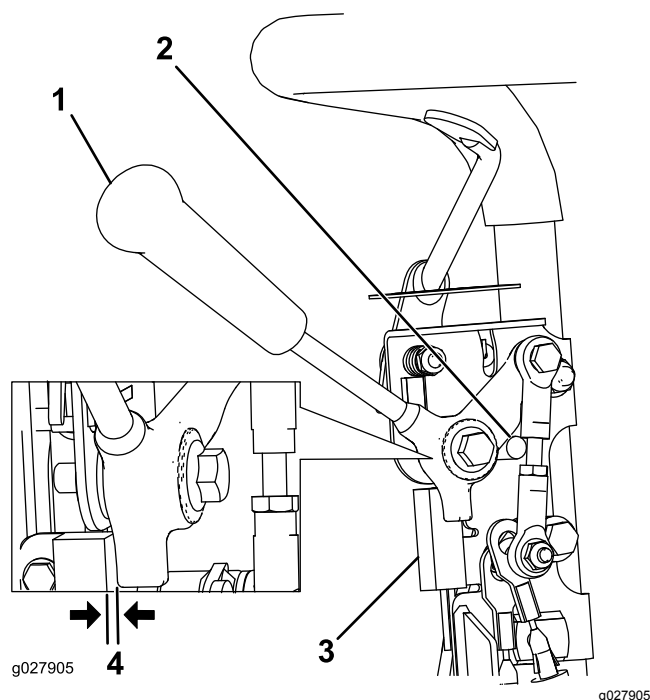

Figura 31
1. Asegúrese de que el motor está parado y de que la palanca de tracción está desengranada y apoyada en el tope de punto muerto (Figura 31).
2. Afloje las fijaciones de montaje del interruptor de seguridad (Figura 31).
3. Coloque un suplemento de 0.8 mm de grosor entre la palanca de tracción y el interruptor de seguridad (Figura 31).